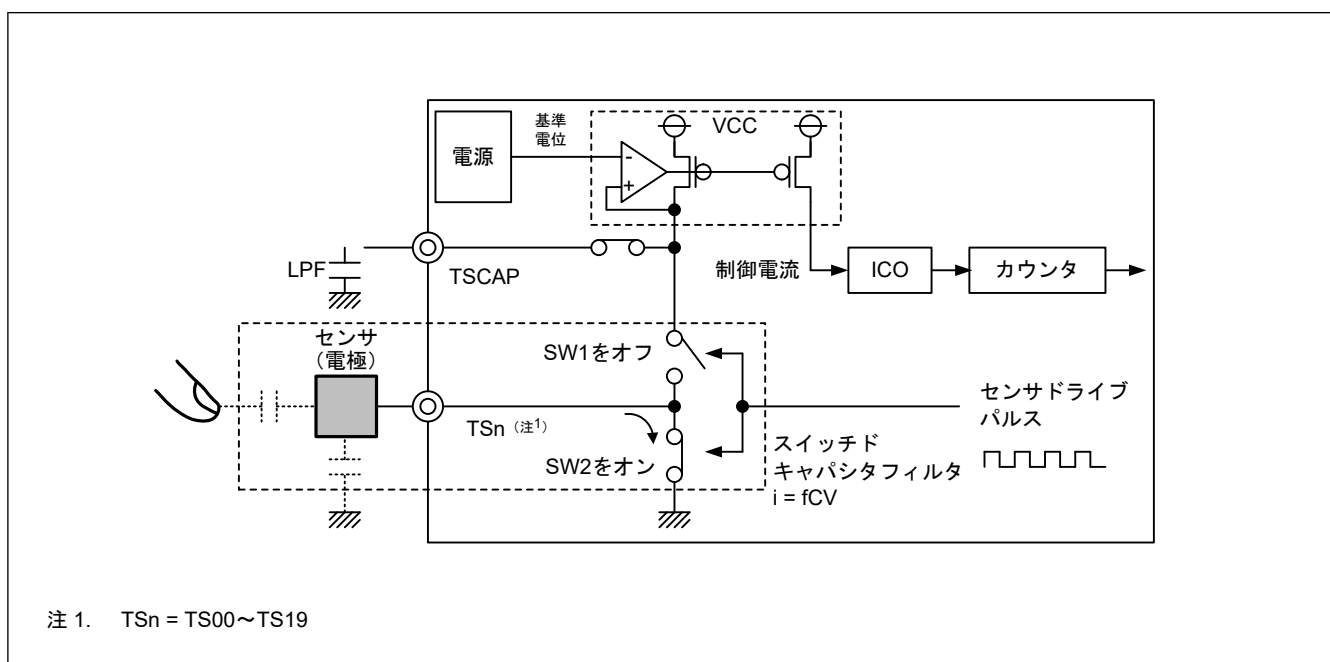

図 40.6 放電動作
2. SW1 を OFF、SW2 を ON にすることで、充電された容量は放電されます (図 40.6)。